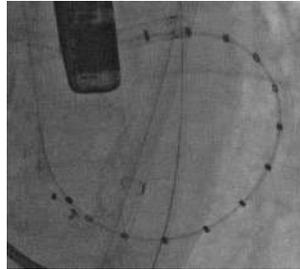

Figure 11. TracCath positionné le long de la paroi libre basale du VG
27. Évaluer la longueur de l'implant – c.-à-d. : le nombre d'ancres à implanter – le long de la paroi libre en comptant le nombre de marqueurs radio-opaques entre l'extrémité distale du TracCath et l'embout du cathéter-guide, tel que représenté à la **Figure 11**. Les marqueurs radio-opaques du TracCath extérieur sont espacés les uns des autres d'environ 11 mm. Le premier marqueur est placé à la jonction de la paroi libre et du septum sous P3. Le nombre d'ancres à implanter est ensuite déterminé en comptant le nombre de marqueurs radio-opaques entre l'extrémité distale du TracCath et l'embout du cathéter-guide. Le nombre de marqueurs correspond au nombre d'ancres de l'implant. La **Figure 11** illustre la configuration d'un implant à 12 ancres. Le **Tableau 3** décrit le nombre nominal d'ancres et la longueur de l'implant AccuCinch correspondant aux marqueurs TracCath.